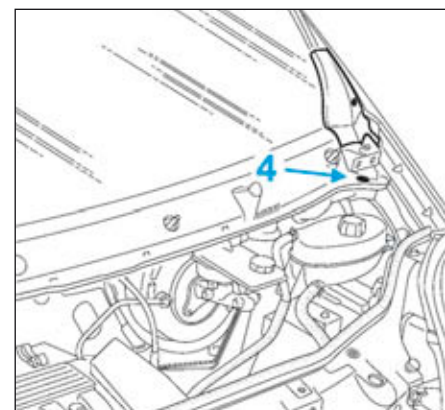

FIG.80
- Déposer les agrafes (4) de la grille d'auvent (Fig.80).
- Reposer les agrafes (4) de la grille d'auvent (Fig.80).